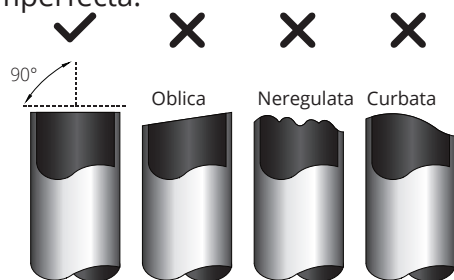

Fig. 7.5
1. Asigurati-va ca unghiul de taiere este de 90°, perfect. Consultati fig. 7.5 pentru exemple de taiere imperfecta.